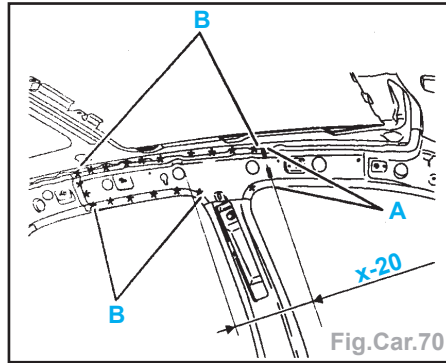

Fig.Car.70
- Tracer puis découper à l'aide d'une meule épaisseur 1 mm (coupe provisoire) (suivant A) (Fig.Car.70).